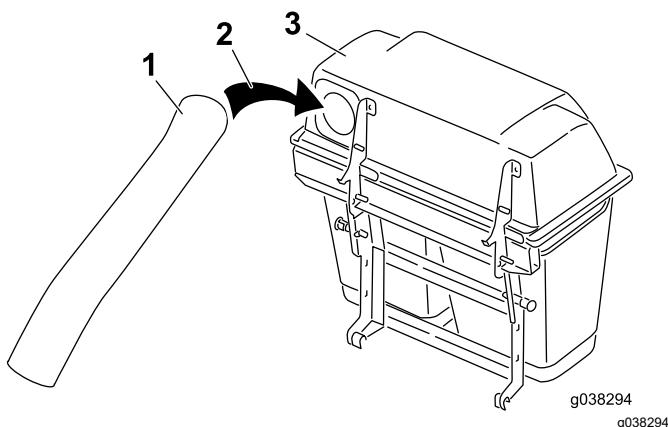

Bild 32
- Setzen Sie das obere Rohr in die Öffnung am Heckfangsystem ein und ziehen es zurück, sodass die Füllkastendichtung hervorsteht (Bild 32).